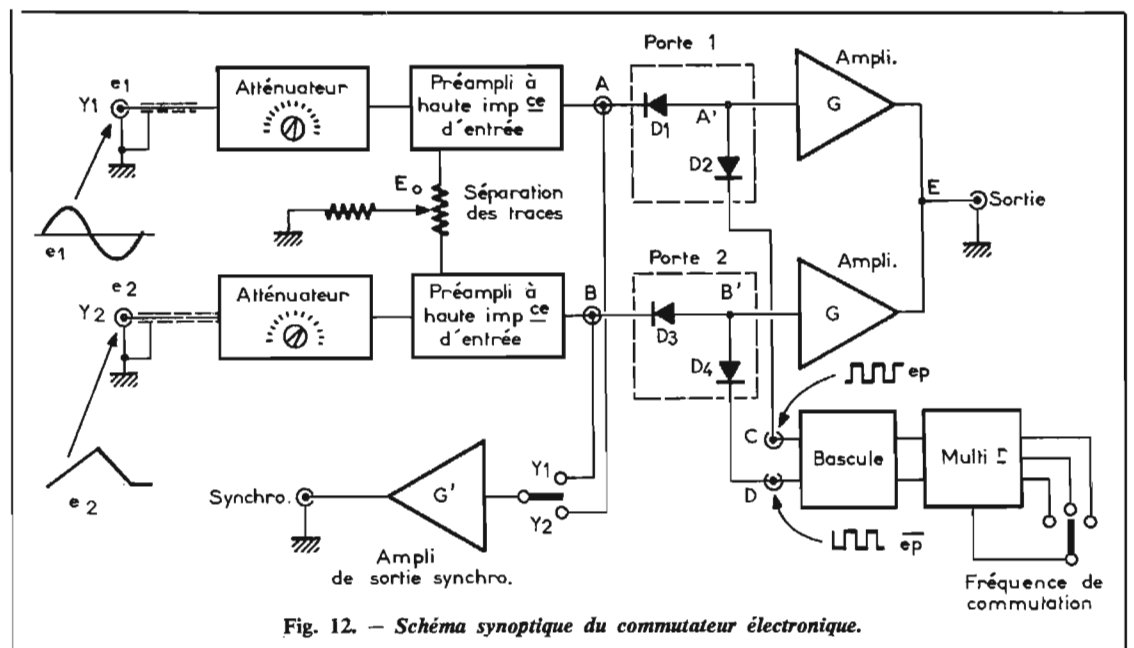

Fig. 12. - Schéma synoptique du commutateur électronique.
Le commutateur électronique constitue l'accessoire indispensable pour transformer un oscilloscope mono-trace en bicourbe et, ce dernier, en modèle à trois ou quatre traces (1). Le fonctionnement peut être expliqué au moyen du schéma synoptique de la figure 12. Les deux entrées verticales débouchent tout d'abord sur un atténuateur calibré sérieux, calqué de ceux utilisés sur les oscilloscopes. Les signaux à observer convenablement atténués sont ensuite amplifiés au